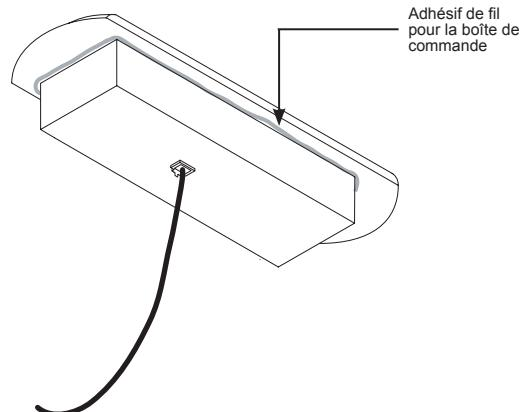

Figure 6 - application de l'adhésif
- 5 Abaissez le panneau de commande dans la forme découpée et appuyez fermement pour incruster l'adhésif (figure 6).